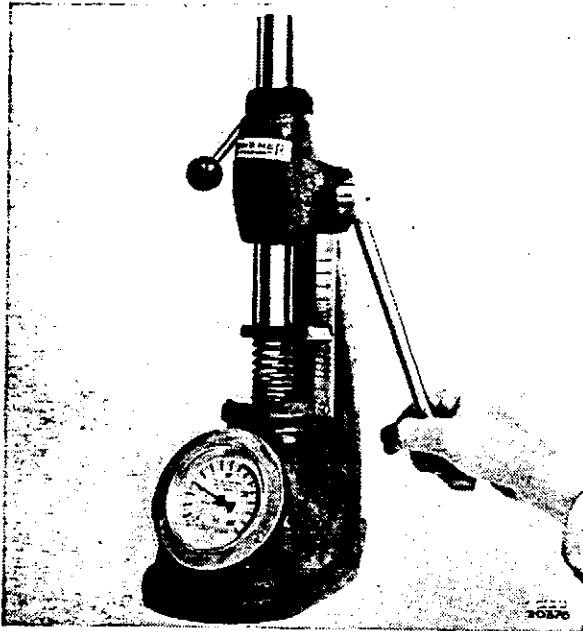

Abb. 38. Prüfen einer Ventilsfeder
1. Kontrollieren, daß die Teile einwandfrei und sauber sind. Prüfen, daß die Federn, die in den technischen Daten angegebenen Werte haben. Siehe auch Abb. 38.